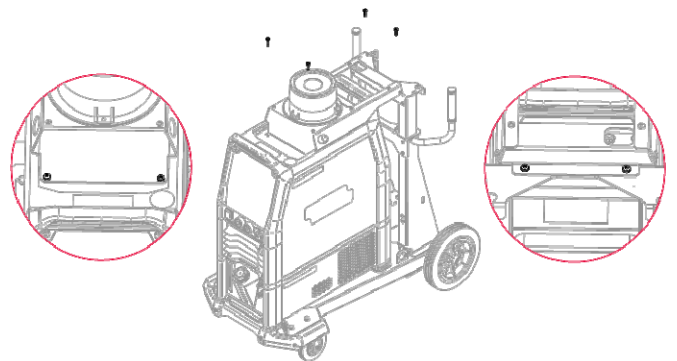

Bild 6
- Slutmontering - kylaren ska monteras på Speedtec med M6x16-skruvar (bild 6).